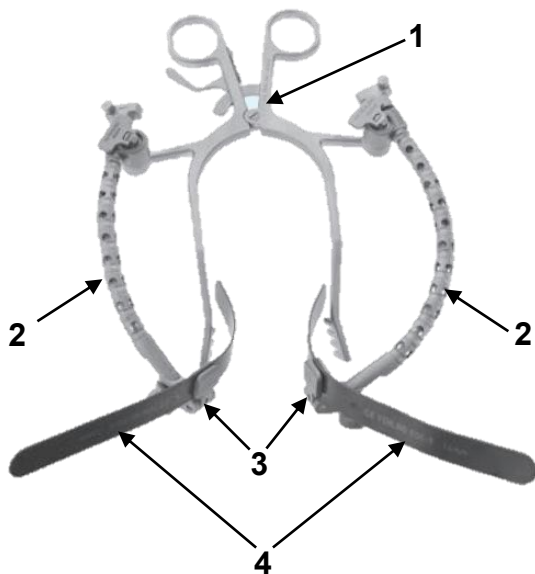

Abb. 1: Konfigurationsbeispiel für den CONCEPT Cerebellum Spreizer mit den Spannarmen, Spatelhaltern und den Spateln
Abbildung 1 zeigt ein Konfigurationsbeispiel für den CONCEPT Cerebellum Spreizer (1) mit den Spannarmen (2) und den Spateln (4). In Tabelle 1 sind die entsprechenden Komponenten aufgelistet.